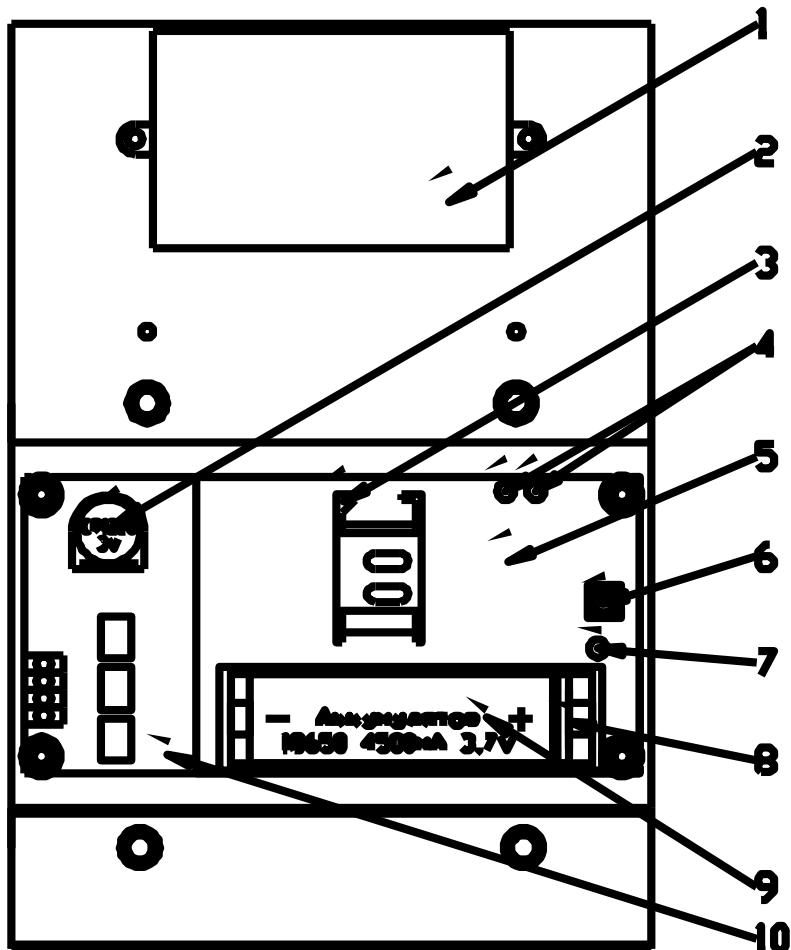

Рисунок 1. Блок управления в сборе с модулем в электрокотле СТЭН КОМФОРТ
- открутить две гайки M3 с двух стоек , установленных на плате контроллера (см. рис. 1, 2)
Включите вводной автомат , кнопку «ПУСК» на нижней стенке корпуса . После включения модуль автоматически регистрируется в сотовой сети . На плате модуля красный индикатор постоянно горит и указывает на работоспособность модуля , зеленый индикатор мигает с частотой 1 раз в 1 сек. до момента регистрации в сотовой сети (поз.4 рис. 1) .
При первом запуске на плате модуля загорится индикатор заряда аккумулятора (поз.4 рис.1) . Правильная работоспособность модуля будет обеспечена после полного заряда аккумулятора .